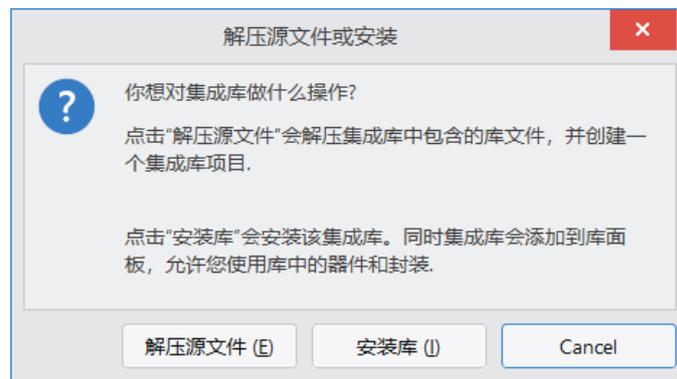

图 5-29 【解压源文件或安装】提示框
(3) 单击 **打开(O)** 按钮，则系统弹出如图 5-29 所示的【解压源文件或安装】提示框。